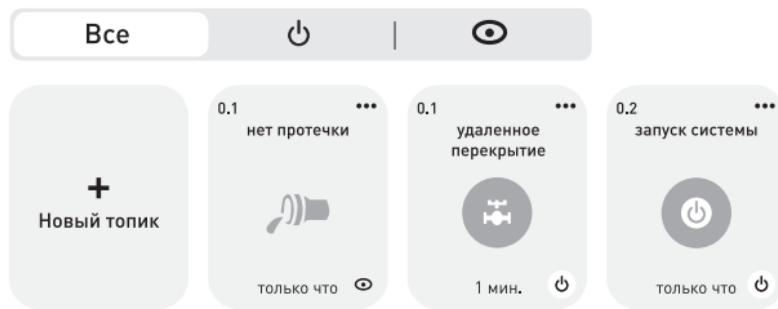

Рисунок 7 – Топики мобильного приложения ePRO 24
6.1.2 Сконфигурируйте контроллер ePRO 24 с мобильным приложением [ссылка на приложение <https://epro.ekfgroup.com/>] и добавьте соответствующие топики* мониторинга и управления, дайте им название. Всего понадобится три топика, один топик мониторинга и два топика управления (см. рисунок 7).